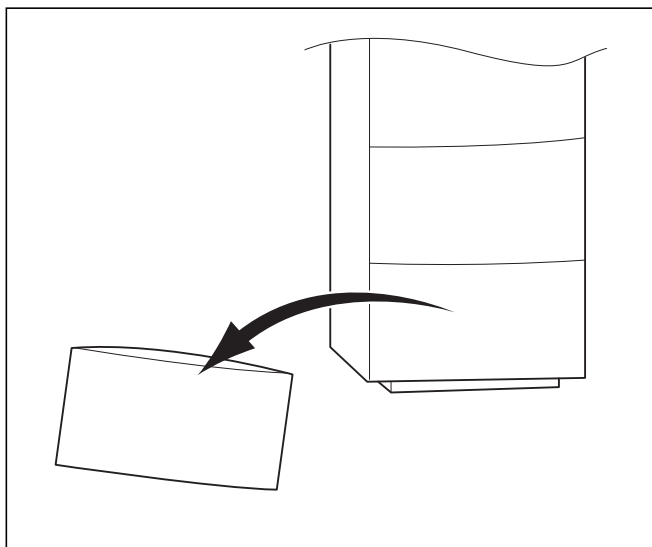

Fig. 4.1 Ta av innkledningen
- Ta av det nederste dekslet slik at det ikke blir skadet under transporten (se fig. 4.1).